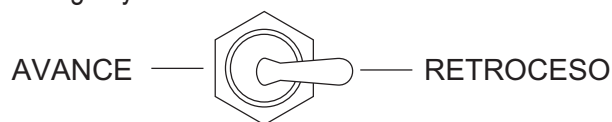

Figura 25. Interruptor de control de sentido (INVERSIÓN)
2. Ponga el **interruptor de control de sentido** en la posición de **INVERSIÓN** (Figura 25). Así se mezcla el agua y el cemento formando un barro.